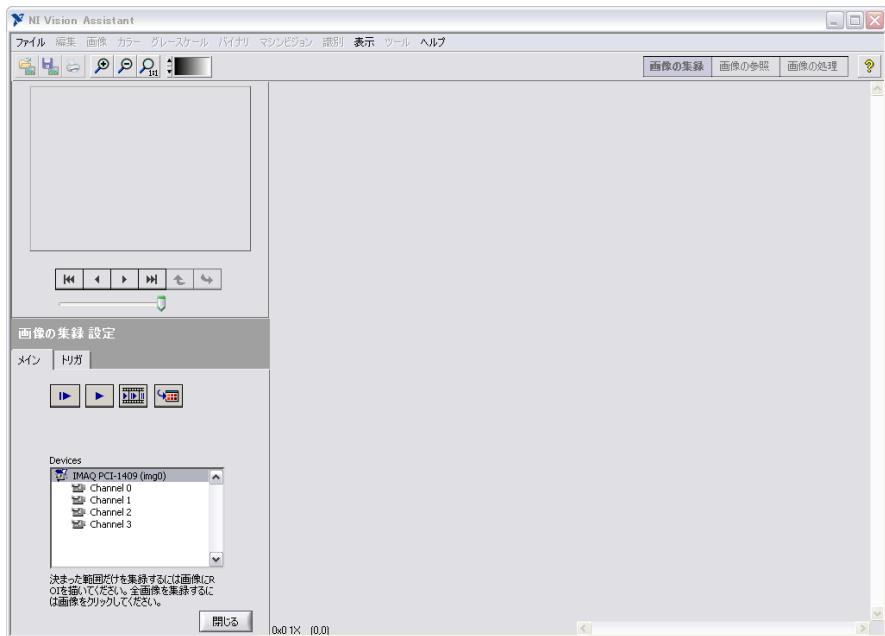

図 2-6. 画像を集録設定ウィンドウ
3. **画像を集録**をクリックします。コンピュータにインストールされている NI Vision デバイスおよびチャンネルが設定ウィンドウに表示されます。たとえば、図 2-6 は NI PCI-1410 がインストールされていることを示します。